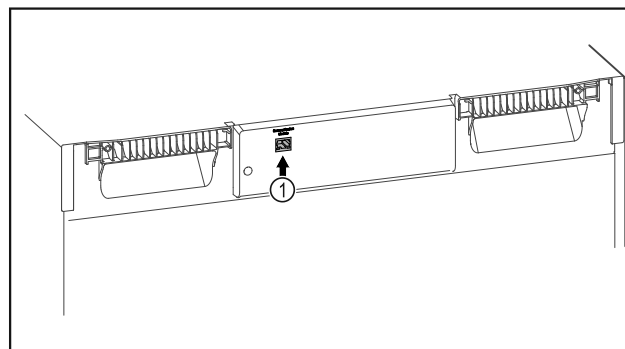

Fig. 127
- ☐ SmartModule Fig. 127 (1) je nasadený.